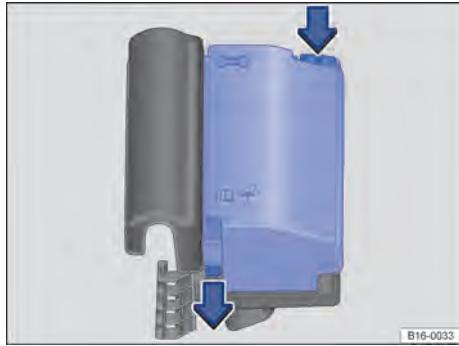

Fig. 188 No compartimento do motor: cobertura da caixa de fusíveis.
- Pressionar os botões de travamento no sentido da seta para destravar a cobertura da caixa de fusíveis → Fig. 188.